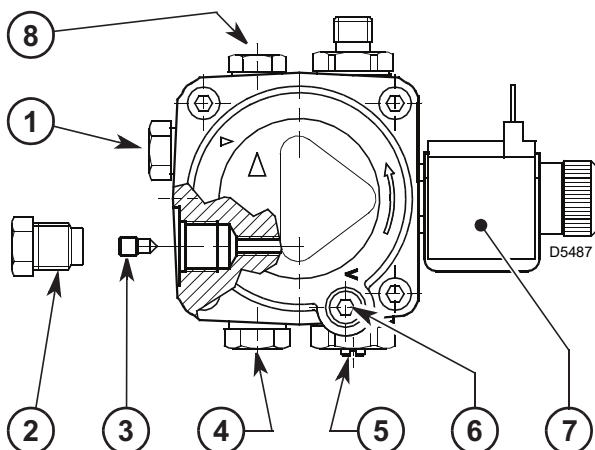
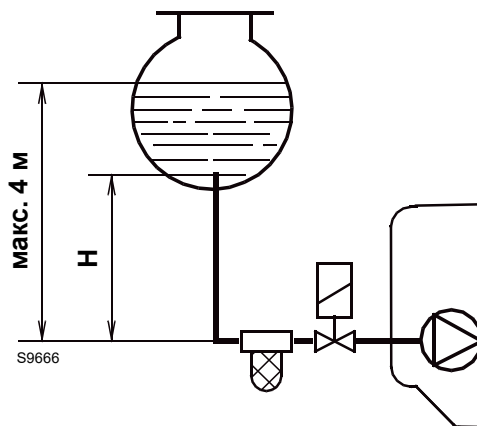

Рис. 16
Рис. 17
В зависимости от стороны выхода труб, справа или слева от горелки, необходимо перевернуть крепежную пластину 1) и блокировочный уголок 2) (Рис. 17).
Всасывающий колпачок 1) (Рис. 16) изготовлен из пластмассы. Запрещается повторное использование колпачка после его снятия.
Насос оснащен регулировочным устройством давления нагнетания 4) (Рис. 16).
- При необходимости отрегулируйте давление винтом 5) Рис. 16.
Одноходовые напорные системы (Рис. 17) имеют положительное давление топлива на входе в горелку.
Для работы в режиме одноходовой системы необходимо открутить колпачок обратного контура 2) (Рис. 16), снять перепускной винт 3) (Рис. 16) и затем закрутить колпачок 2) (Рис. 16) с моментом затяжки 0,5 Нм.
В системе на Рис. 17 в таблице указаны максимальные приблизительные значения длины линии подачи в зависимости от перепада высот, длины и диаметра трубопровода подачи топлива.
В системе на Рис. 17 достаточно ослабить штуцер вакуумного манометра 6) (Рис. 16) и дождаться выхода топлива.